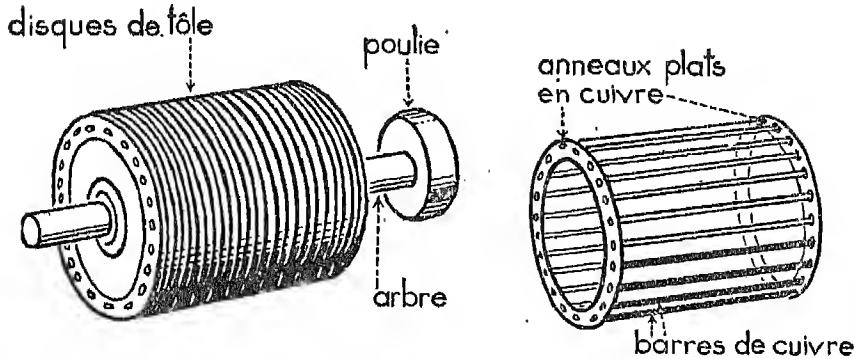

Fig. 4. — Rotor de moteur triphasé de faible puissance, dit à cage d'écuréil.
b) Le rotor. — Un arbre en acier doux porte un cylindre fait de disques en tôles de fer mince, empilés et fortement serrés les uns contre les autres (fig. 4).